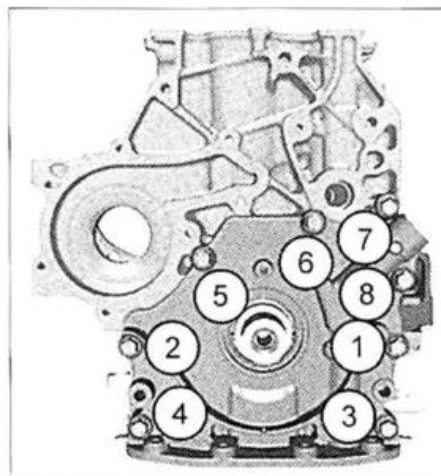

FIG. 20
- Apretar los ocho tornillos de fijación de la bomba al par prescrito y en el orden indicado (fig. 20).